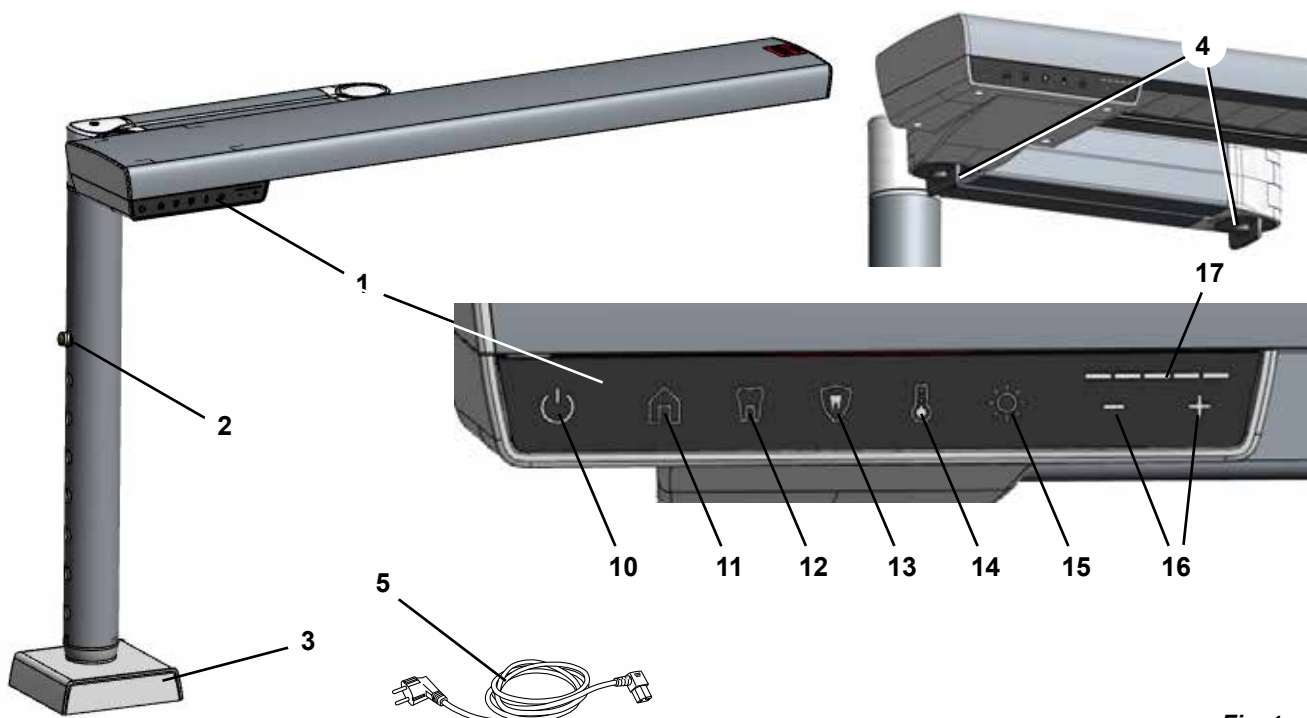

Fig. 1
⇒ Tryk låsemekanismen til højdeindstillingen (2, Fig. 1) ind og træk det indvendige rør på soklen ud til den maksimale position.
i For at bestemme det egnede monteringssted løsnes samlingslåsen (4, fig. 1) og kontroller, at du kan flytte arbejdspladslampen til den optimale position beskrevet tidligere (kapitel 4.2.1).
- ♦ Tasten Brightness (15, Fig. 1) lyser.
- ♦ I Intensity - visning (17, Fig. 1) bliver den aktuelle værdi for lysstyrke vist.